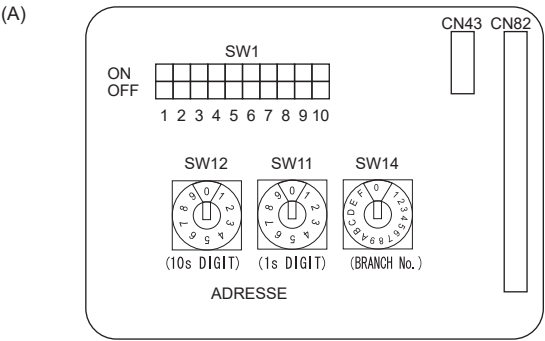

Fig. 6-7
6.5. Définition des adresses (Fig. 6-7)